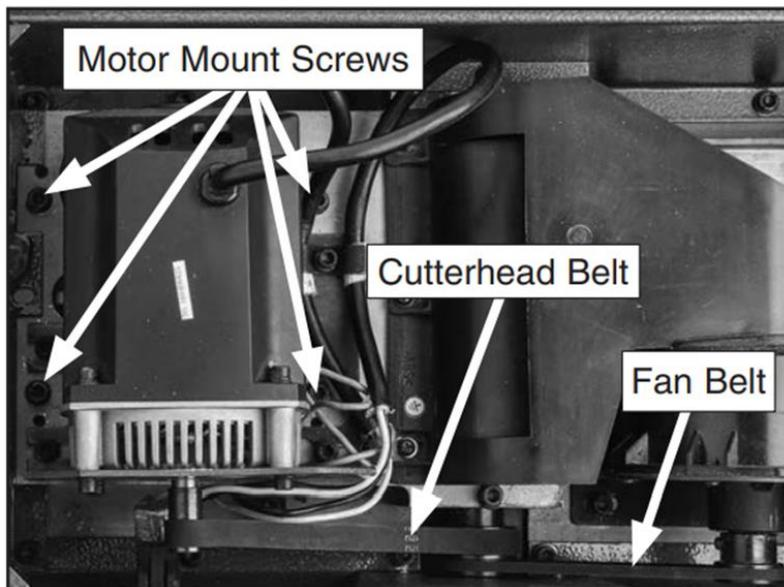
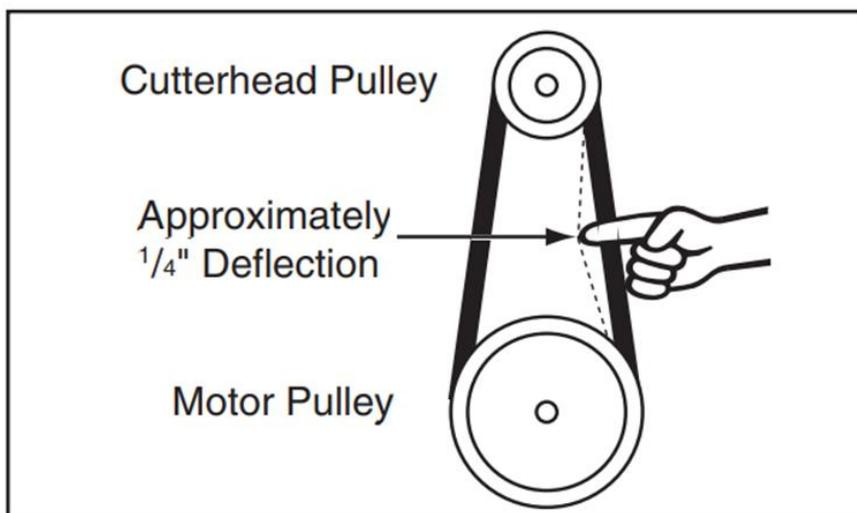

Рис. 47. Винты крепления двигателя и расположение ремня (крышка снята).
Рис. 48. Исправьте прогиб ремня при правильном натяжении.
6. Если ремень натянут неправильно, ослабьте натяжение ремня, ослабьте четыре винта крепления двигателя (см. рис. 47), но не снимайте их.
8. Выровните и снова натяните ремень (см. рис. 48), затянув четыре винта крепления двигателя (см. рис. 47). Отрегулируйте натяжение ремня таким образом, чтобы расстояние между шкивами составляло примерно 6,35 мм (1/4 дюйма).